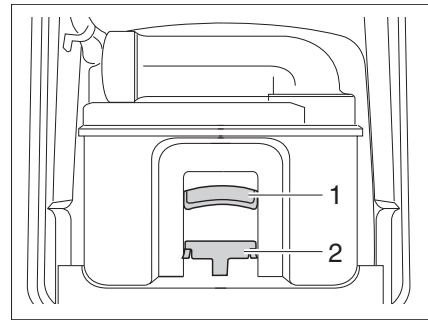

Fig. 245 Cassette Thetford
- Accionar el desbloqueo (Fig. 245,1) y extraer el inodoro cassette sujetándolo del asidero (Fig. 245,2).